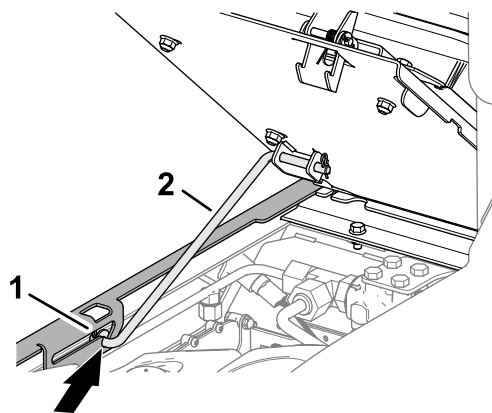

Figure 101
3. Engagez la béquille dans le cran de la fente de blocage sur la plaque de guidage (Figure 101).